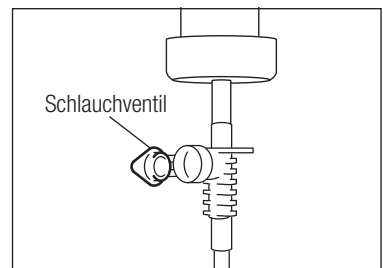

Abb.10
- 3) Öffnen Sie das Schlauchventil, um Luft in die Flasche gelangen zu lassen. (Abb.10)